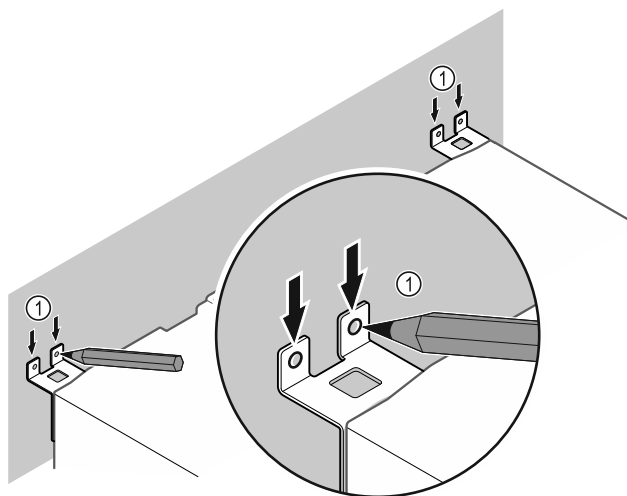

Fig. 12
- ▶ Anbring markeringerne på væggen Fig. 12 (1).